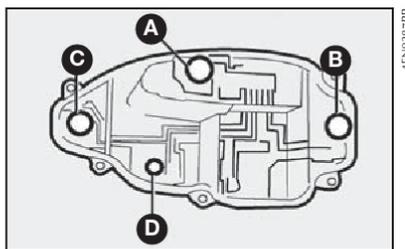

fig. 26
- 4) remover as lâmpadas empurrando-as levemente e girando-as no sentido horário **fig. 26**.
De 12V-21W para as luzes dos freios **C-fig. 26**.
De 12V-21W para as luzes de marcha a ré **B-fig. 26**.
De 12V-R5W para as luzes de posição **D-fig. 26**.
De 12V-21W para os indicadores de direção **A-fig. 26**.